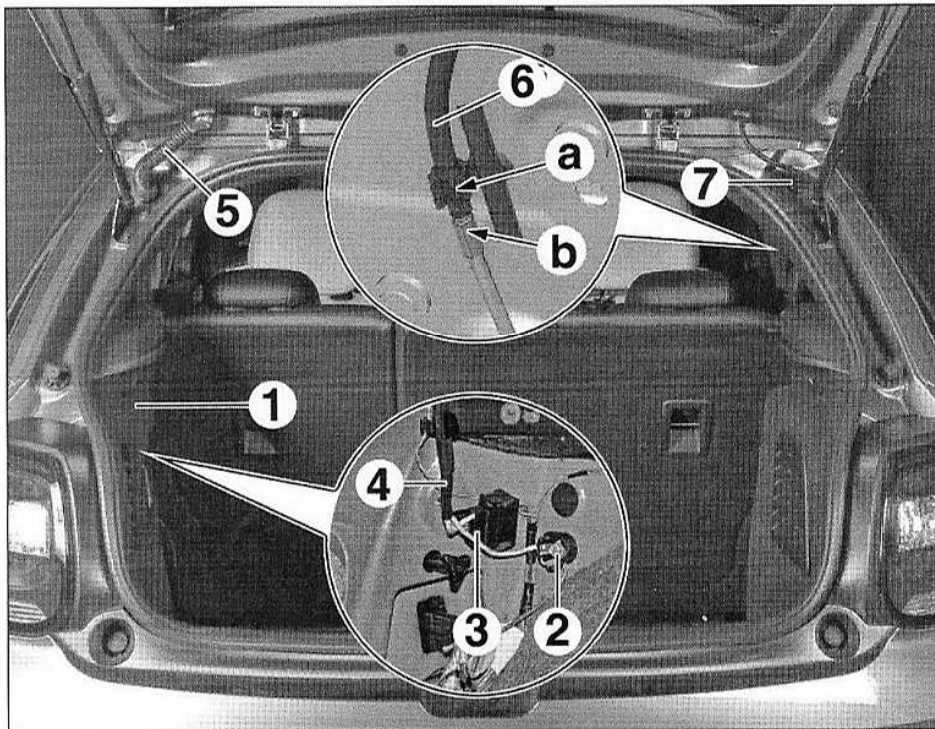

FIG.73
- Déposer (Fig.73) :
- la garniture de coffre gauche (1),
- l'écrou (2).
- Débrancher le connecteur (3).